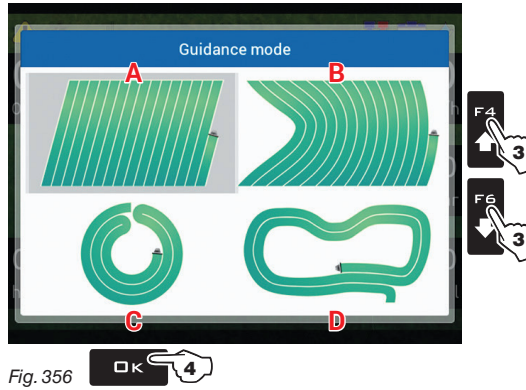

Fig. 356
- 3 Välj ett vägledningsläge (Fig. 356): tryck **F4** och **F6** för att flytta mellan de tillgängliga punkterna.